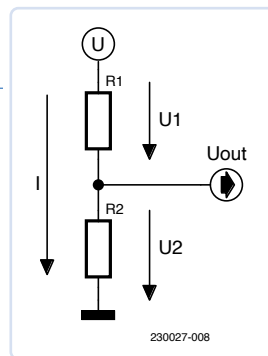

Figure 7. Diviseur de tension non chargé.
La **figure 7** montre un diviseur de tension non chargé, qui est une forme idéale du diviseur de tension. Lorsqu'une tension (U) est appliquée, un courant (I) apparaît au niveau de  $R_1 + R_2$ . Une tension  $R_1 \times I = U_1$  s'établit maintenant aux bornes de la résistance  $R_1$  et une tension  $R_2 \times I = U_2$  aux bornes de  $R_2$ , où  $U = U_1 + U_2$ . Si vous voulez maintenant mesurer, par exemple, une plage de 0 à 10 V avec un CA/N qui ne peut traiter que 0 à 5 V, la tension doit être divisée par deux. Il est évident qu'il faut pour cela que  $R_1 = R_2$ . Cependant, le courant (I) doit également être pris en compte lors du choix des valeurs de résistance. Bien que les valeurs de 10  $\Omega$  pour  $R_1$  et  $R_2$  donnent mathématiquement les tensions souhaitées pour  $U_1$  et  $U_2$ , un courant de 500 mA circule à travers les résistances. Cela pourrait non seulement surcharger la source de tension, mais aussi les résistances elles-mêmes. En effet, une dissipation de puissance de  $P = R \times I^2 = 2,5 \text{ W}$ , que chaque résistance doit dissiper sous forme de chaleur, est beaucoup trop élevée pour la plupart des petits modèles.